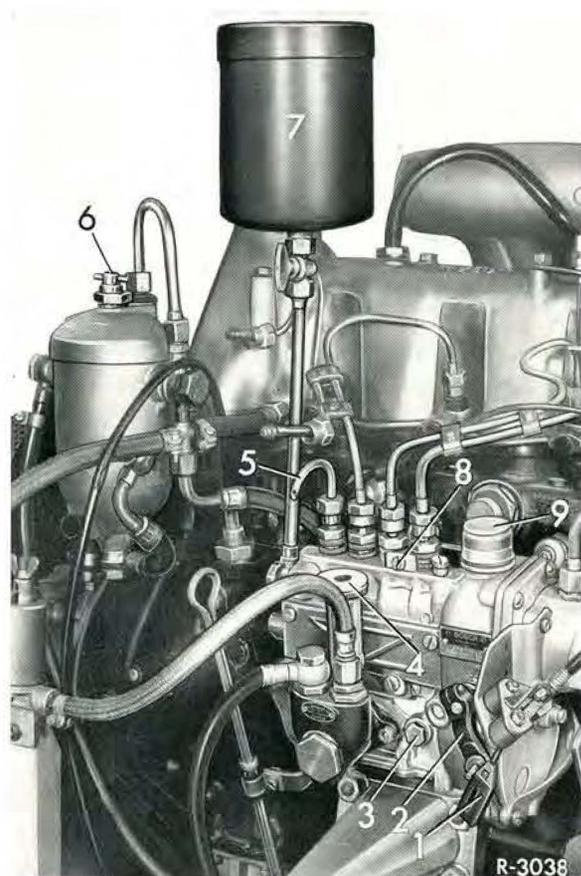

Bild 00-22/1
1. Entlüftungsschraube (6) am Kraftstoff-Hauptfilter um 1–2 Gänge herausdrehen (Bild 00-22/1).